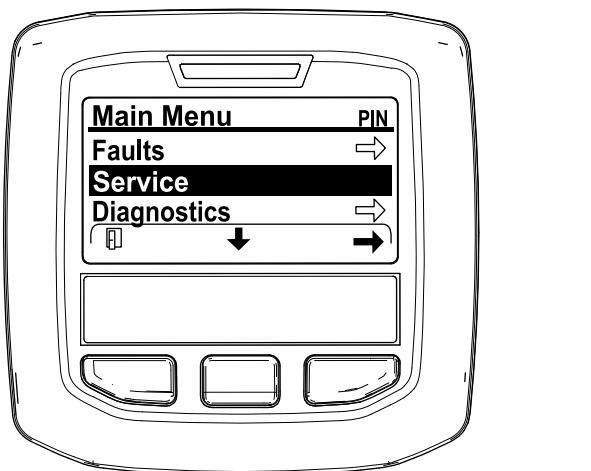

Figura 44
- Navigate al MENU PRINCIPALE, premete il pulsante centrale per scorrere fino all'opzione MENU MANUTENZIONE, poi premete il pulsante destro per selezionare l'opzione MANUTENZIONE (Figura 44).